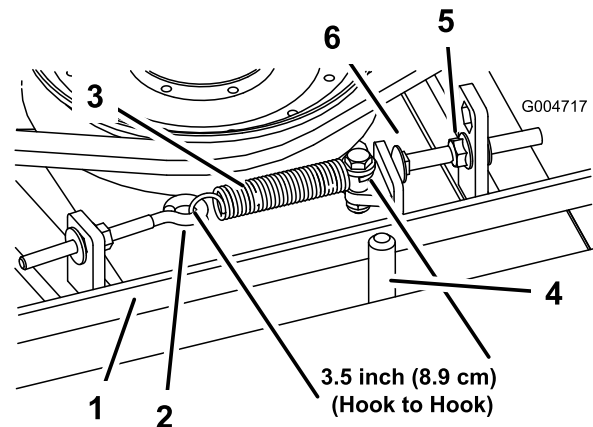

Bild 65
die Anschlagsschraube (Schlossschraube) ein, bis der Abstand zwischen dem Schraubenkopf und dem Spannung ungefähr $0,125 + 0,060 / - 0,000$ Zoll beträgt (Bild 65).
Hinweis: Achten Sie darauf, dass der Riemen auf der Federseite der Riemenführung positioniert ist (Bild 65).
2. Lösen Sie den Augenbolzen, um die Verlängerungsfeder abzunehmen (Bild 65).
(Bild 65). Bewegen Sie die Spannscheibe vom Riemen weg, um diesen zu entspannen.
8. Setzen Sie die Verlängerungsfeder (Bild 65) wieder in den Augenbolzen ein und spannen Sie den Riemen wie folgt: